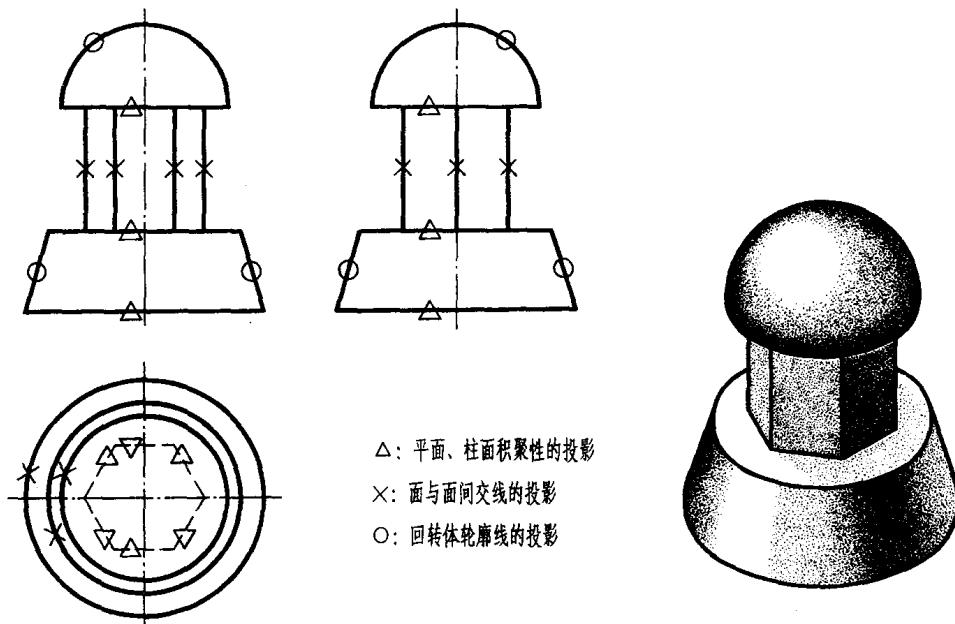

图 2-1 图线的含义
- 1) 表示物体上平面或柱面的积聚性投影，如图 2-1 中画“△”者；
- 2) 表示物体上面与面之间交线的投影，如图 2-1 中画“×”者；
- 3) 表示物体上外形轮廓线的投影，如图 2-1 中画“○”者。
有时，在图形中会遇到几种图线重合到一起的现象，这时要注意分析各种图线的作用和画法。粗实线和虚线是表示物体轮廓线的，而细点画线则是表示假想的线，故当这几种线在图中重合时，应本着粗实线——虚线——细点画线这样的优先次序画出。如图 2-1 左视图中的对称中心线，与一条可见棱线和一条不可见棱线的投影相重合，故只画出了粗实线（未重合的细点画线一般应照常画出）。
当识读的图形不易分出物体的各个组成部分时，就应对视图中每条图线的含义进行仔细分析。本例只以引出线的形式，对某些图线的含义进行了标识（“△、×、○”所表示的意思与图 2-1 相同），而图中的点画线（对称线）则说明这些物体的结构在前后、左右两个方